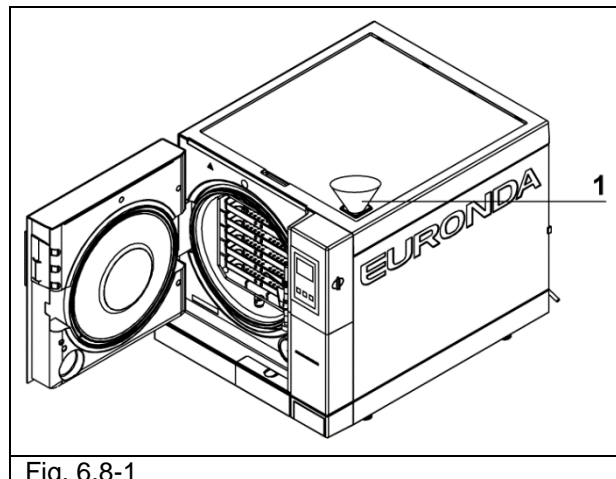

Fig. 6.8-1
2. Deschideți dopul din capacul superior, introduceți pâlnia furnizată în orificiu (1 în Fig. 6.8-1) și turnați o cantitate de apă distilată conform indicațiilor de la cap. 5.3 „Date tehnice”; nu depășiți niciodată nivelul indicat cu cuvântul MAX în orificiul de umplere cu apă. Apa poate fi turnată și prin deionizator (opțional, Anexa 10). Pentru a instala acest opțional, consultați manualul de instrucțiuni „Aquafilter” respectiv furnizat împreună cu deionizatorul.
Ulterior, la utilizarea unității, ori de câte ori apa ajunge la nivelul MIN, va apărea mesajul „MIN” și, până la umplerea rezervorului de apă, nu se va putea efectua niciun ciclu de lucru și anumite teste. Adăugarea de apă curată 1. Goliți rezervorul interior pentru colectarea apei uzate conform descrierii de mai jos în alin. „Golirea apei uzate”. 2. Umpleți rezervorul de apă curată cu apă curată proaspătă (1 din Fig. 6.8-1).